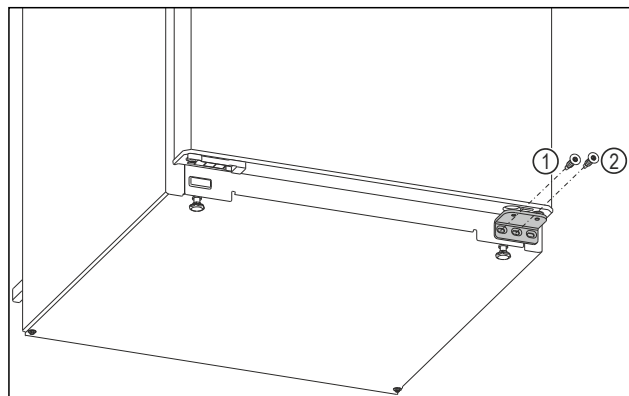

Fig. 6
- Sur le support de palier inférieur, dévisser la vis intérieure avec un tournevis Torx 20. Fig. 6 (1)
- Sur le support de palier inférieur, dévisser la vis centrale avec un tournevis Torx 20. Fig. 6 (2)